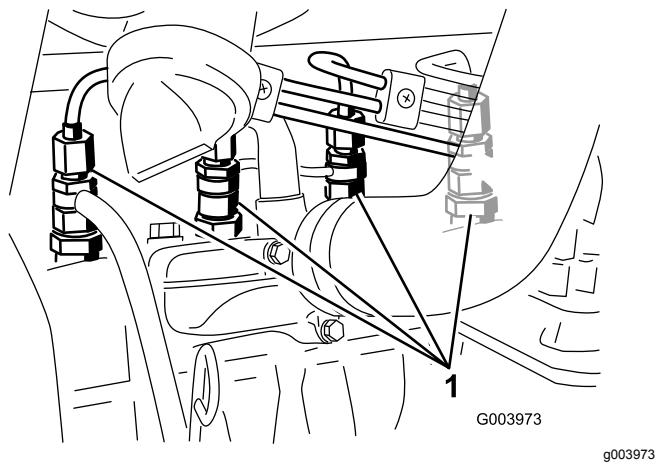

図 36
1. 燃料噴射ポンプの No.1 インジェクタノズル **図 36** へのパイプ接続部をゆるめる。